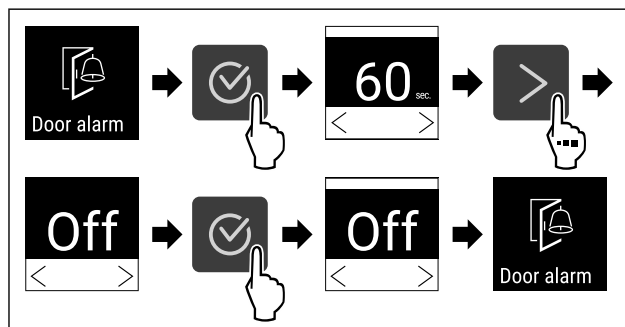

Fig. 142
- Stappen (zie Fig. 142) uitvoeren.